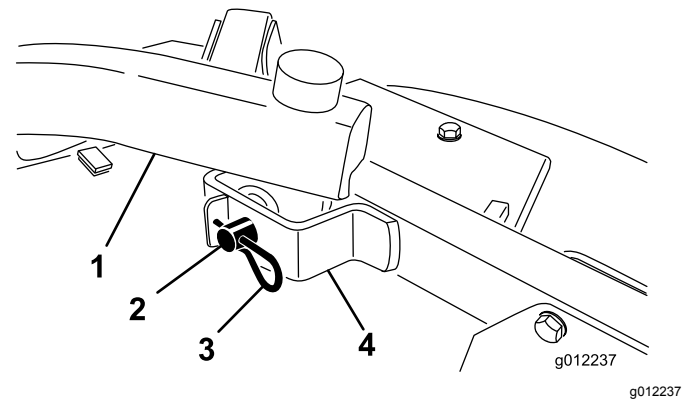

Figura 25
2. Retire las chavetas y los pasadores de horquilla que fijan los brazos de elevación a los soportes de los brazos de las ruedas giratorias (Figura 25).